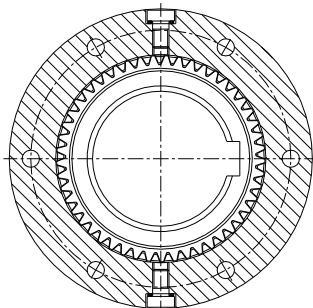

Figura 44: posición vertical de los tornillos
- Gire el acoplamiento hasta que tornillos de engrase estén en posición vertical (ver figura 44).